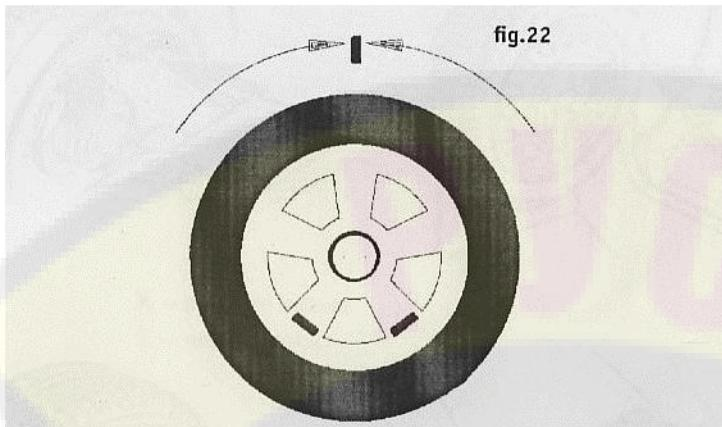

fig.23
- В ОСНОВНОЙ СТРАНИЦЕ выберите и нажмите на кнопку F3 «Программа расположения грузиков под спицами», чтобы войти в эту программу; на мониторе будет вид, изображённый на рис.23, показывающий введённое число спиц;